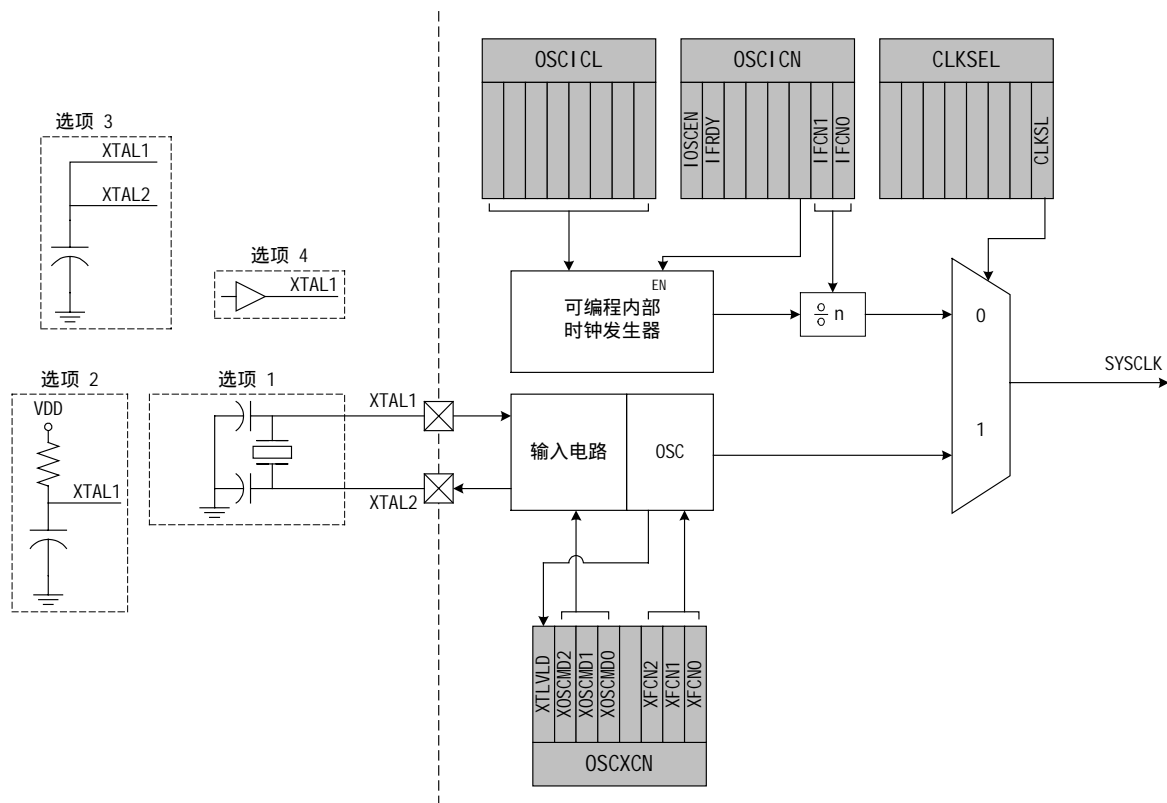

图 14.1 振荡器框图
C8051F04x 系列器件包含一个内部振荡器和一个外部振荡器驱动电路。可以使用 OSCICN 和 OSCICL 寄存器（如图 14.1 所示）来使能/禁止和校准内部振荡器。系统时钟可以由外部振荡器电路或内部振荡器提供。
外部振荡器电路可以驱动外部晶体、陶瓷谐振器、电容或 RC 网络。也可以使用一个外部 CMOS 时钟提供系统时钟。对于晶体和陶瓷谐振器配置，晶体/陶瓷谐振器必须并接到 XTAL1 和 XTAL2 引脚（见图 14.1，选项 1）。对于 RC、电容或 CMOS 时钟配置，时钟源应接到 XTAL2 和/或 XTAL1 引脚（见图 14.1，选项 2、3、4）。必须在 OSCXCN 寄存器中选择外部振荡器类型，还必须正确选择频率控制位 XFCN（见 SFR 定义 14.4）。
**晶体方式** (电路见图 14.1, 选项 1; XOSCND=11x)
**RC 方式** (电路见图 14.1, 选项 2; XOSCND=10x)
**C 方式** (电路见图 14.1, 选项 3; XOSCND=10x)
如果使用晶体或陶瓷谐振器作为 MCU 的外部振荡器源，则电路应为图 14.1 中的选项 1。应从图 14.5 (OSCXCN 寄存器) 表中的晶体列选择外部振荡器频率控制值 (XFCN)。例如，一个 11.0592MHz 的晶体要求的 XFCN 值为 111b。